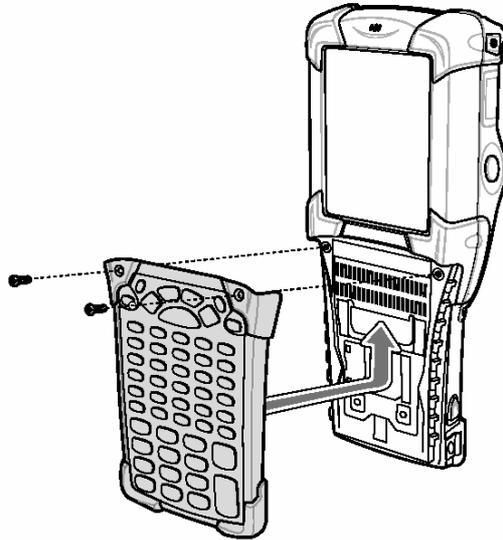

Abbildung 4: Tastaturwechsel
7. Tastatur in Pfeilrichtung aufrasten (siehe Abb. 4) und nach oben schieben, bis die Bohrungen für die Schrauben über den Gewindehülsen liegen.